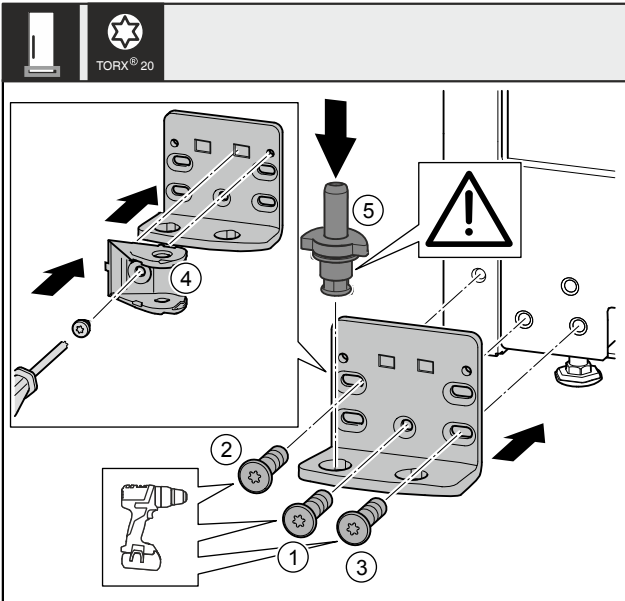

Fig. 38
- ▶ Lagerbok aan de andere zijde plaatsen en met behulp van een schroevendraaier er in schroeven. Met schroef Fig. 38 (1) onder in het midden beginnen.
- ▶ Schroef Fig. 38 (2) en schroef Fig. 38 (3) vastschroeven.
- ▶ Sluitdemperverbinding Fig. 38 (4) 180° draaien. Aan de andere zijde van het lagerbok met een schroevendraaier er in schroeven.
- ▶ Lagerbouten Fig. 38 (5) volledig insteken. Let hierbij op dat het vergrendelingslipje naar achteren wijst.